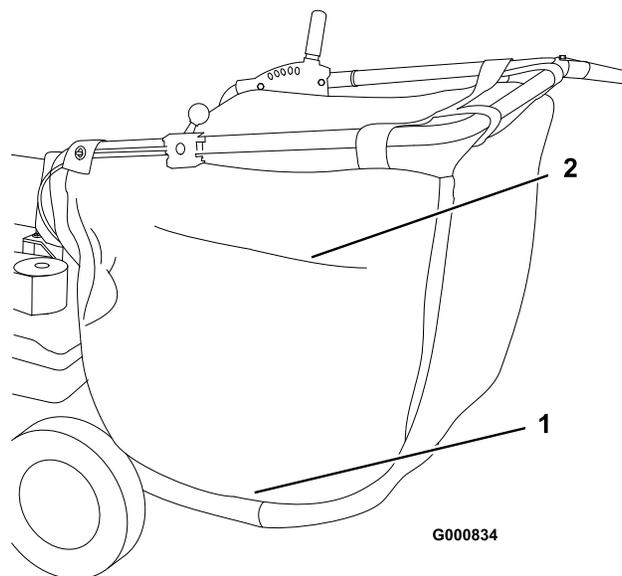

Figure 19
3. Ouvrez la glissière latérale du sac et videz-le (Figure 19).
Le sac est doté d'une aération à glissière (Figure 19). Si vous aspirez une surface qui n'est généralement pas poussiéreuse, ouvrez l'aération latérale du sac pour permettre à l'air de circuler. Si vous aspirez une surface poussiéreuse, fermez l'aération.